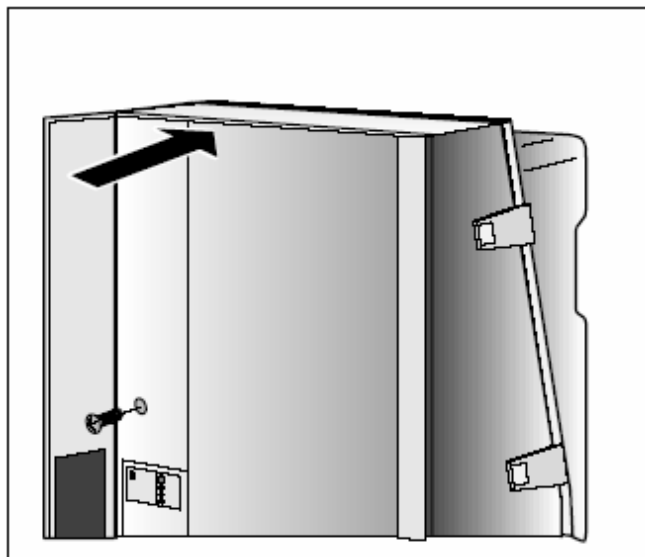

Рис. 32 Установка обшивки
- Вставить обшивку и закрыть защелки (рис. 32). Не поднимать обшивку за замки!